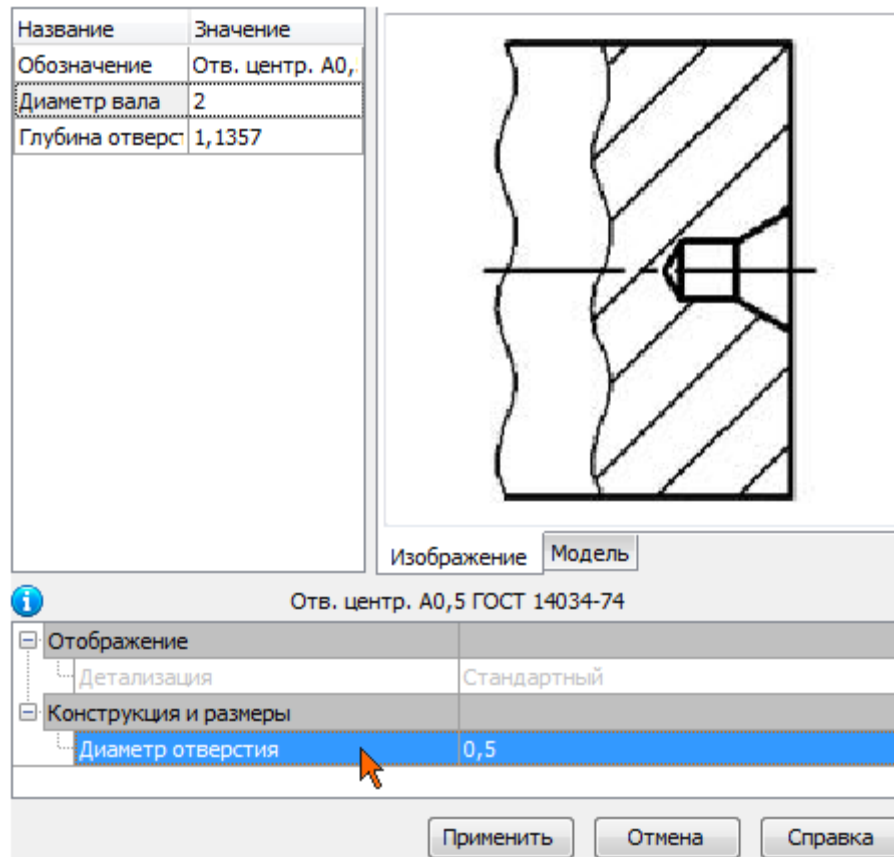

Рисунок 14
- В Области свойств выполните двойной щелчок мышью в поле Диаметр отверстия (рис.14).